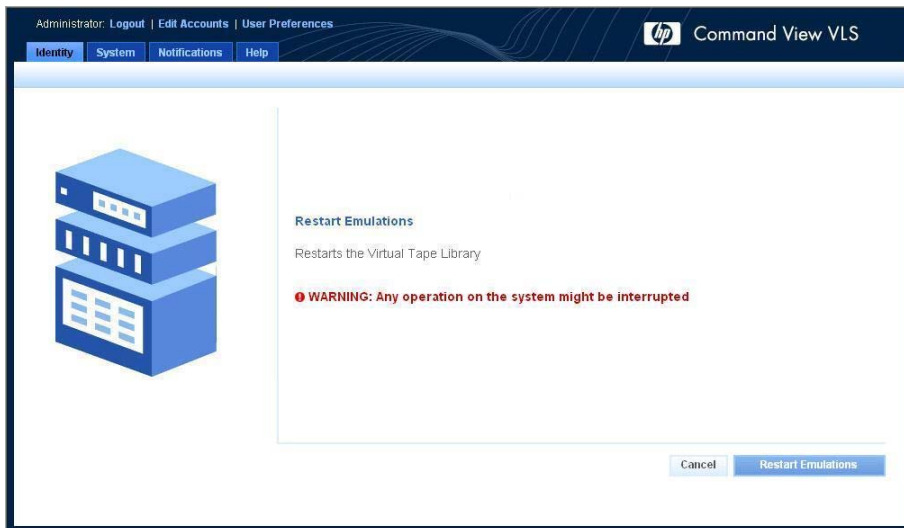

Figure 66 Fenêtre Restart Emulations (Redémarrer les émulations)
3. Cliquez sur **Restart Emulations** (Redémarrer les émulations) dans la barre des tâches. La fenêtre Restart Emulations (Redémarrer les émulations) s'ouvre (Figure 66).